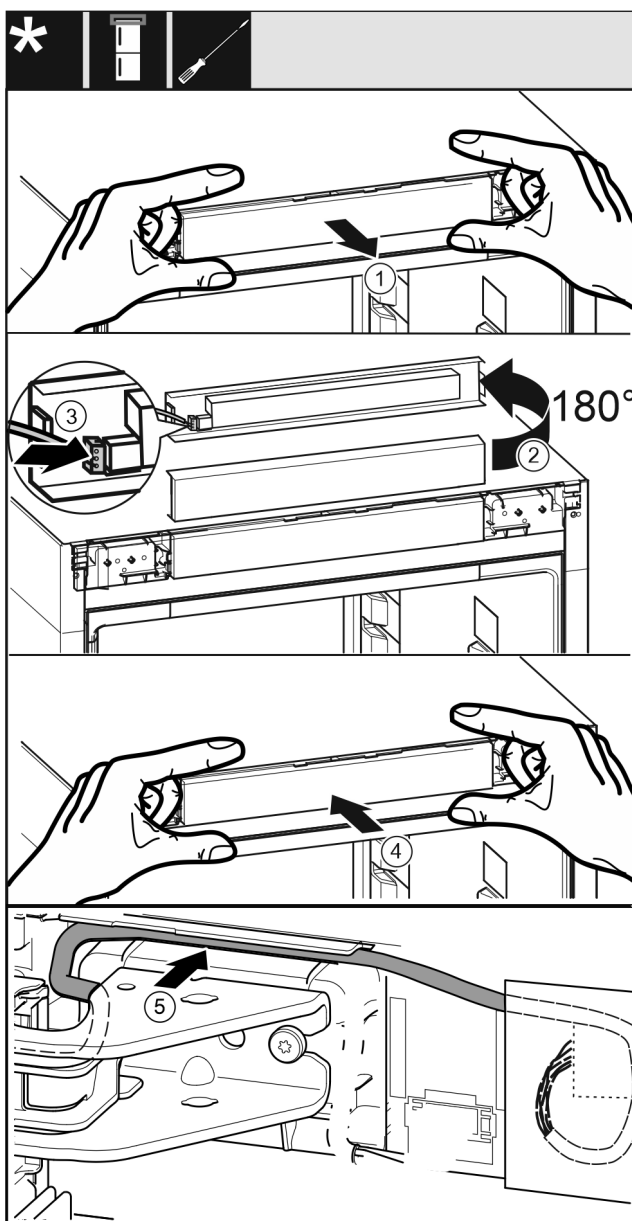

Fig. 40
- Bedienblende Fig. 40 (1) vorsichtig herausnehmen.
- Bedienblende Fig. 40 (2) um 180° nach oben drehen.
- Stecker Fig. 40 (3) an der Bedienteilblende einrasten.
- Bedienblende Fig. 40 (4) wieder am Gerät einrasten.
- Kabel Fig. 40 (5) vorsichtig in der Führung über dem oberen Lagerbock verlegen.